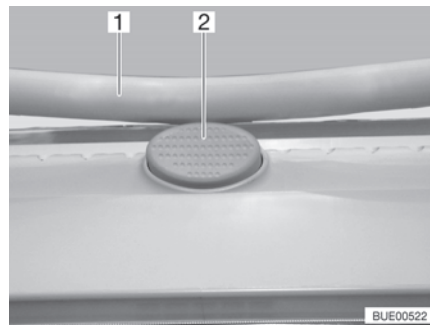

Fig. 43 Bouton de sécurité (lanterneau Heki)
- Appuyer sur le bouton de sécurité (Fig. 43,2) et tirer l'étrier (Fig. 43,1) vers le bas avec les deux mains.
- Pousser l'étrier vers le haut avec les deux mains jusqu'à ce que ce dernier se trouve au-dessus du bouton de sécurité (Fig. 43,2).